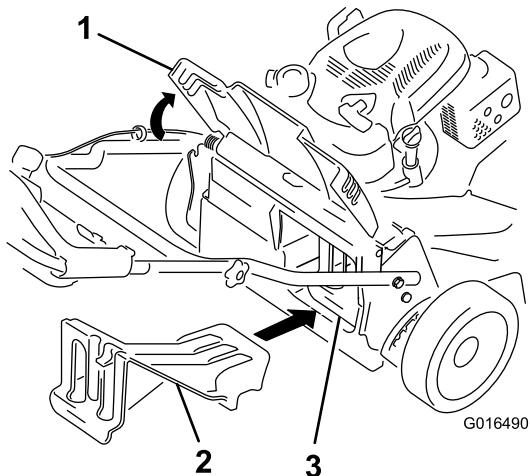

Figura 24
- Si el tapón de descarga trasero no está instalado, sujetelo por el asa, eleve el deflector trasero e intodúzcalo en el conducto de descarga trasera hasta que el enganche encaje en su sitio; consulte Figura 24.
Importante: Asegúrese de que el tapón de descarga trasera está colocado antes de reciclar los recortes (Figura 24).